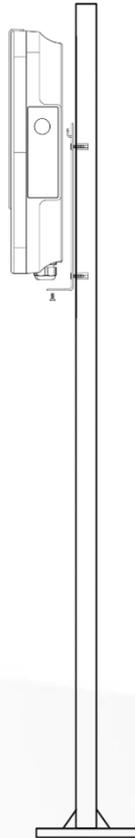

Fig.8
- a. Utilisez le support de montage et le pilier pour délimiter la position de montage, comme indiqué sur la Fig.8.